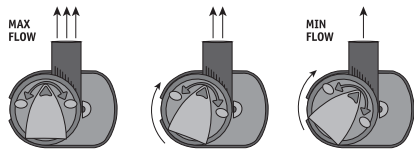

fig 4a
- Detach the rotor chamber/flow control component -C-D fig. 4a/4b- from the pump body -A fig. 4a/4b- then remove the rotor -B fig. 4a/4b-.
- Die Einheit Rotorkammer/Wassereinlass -C-D, s. Abb. 4a/4b- vom Pumpengehäuse abnehmen -A, Abb. 4a/4b- und den Rotor entnehmen -B, Abb. 4a/4b-.